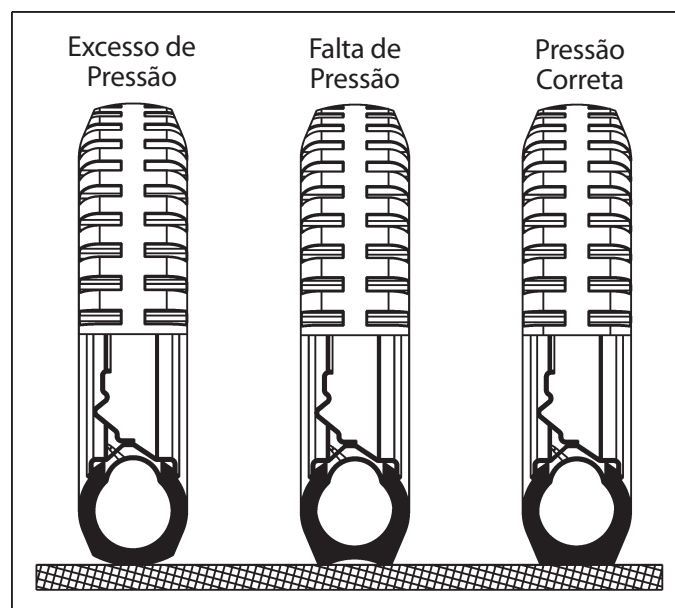

Figura 53
- 1- Para la siembra convencional, bloquee las ruedas (1) a través del pasador (2) y los bloqueos (3).
- 3- Las ruedas (1) están equipadas con resortes de tracción (4), para una mayor adherencia al suelo. No opere la sembradora sin ellos, **como se muestra en la Figura 53.**
PRESIÓN DE LOS NEUMÁTICOS (FIGURA 53)